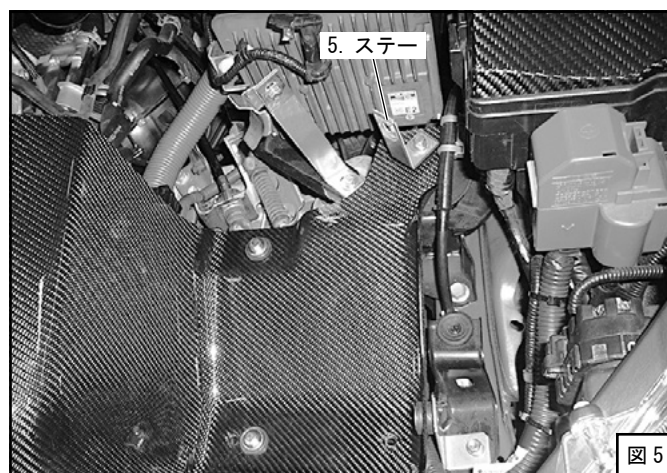

図 5
- (1) ヒートインシュレータ固定用ボルトを再使用してステーを仮付けしてください。(図5)